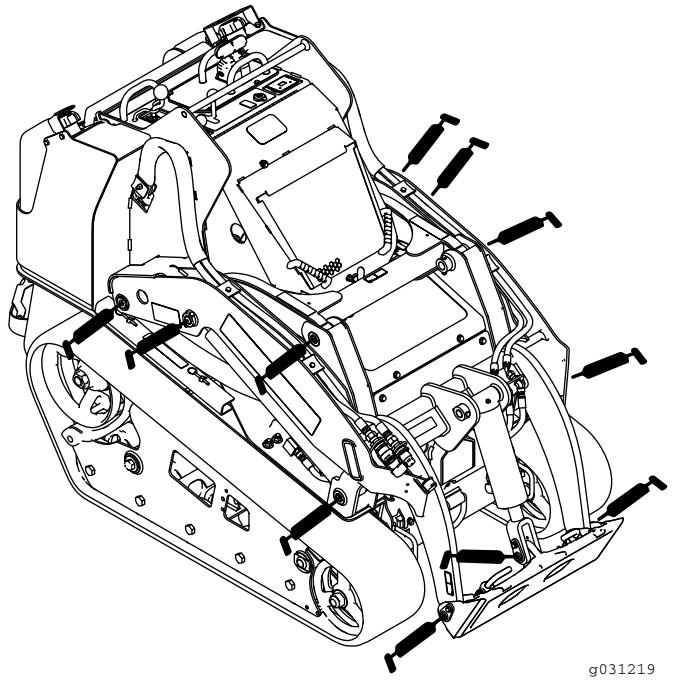
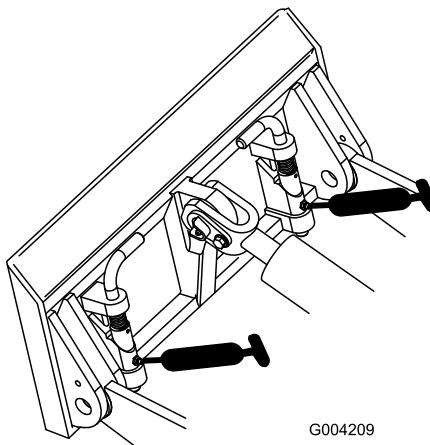
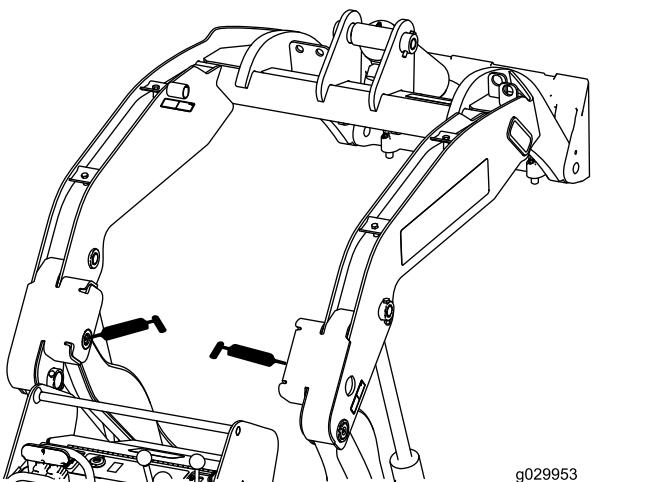

Figure 38
Figure 39
Figure 40
4. Raccordez un pistolet de graissage à chaque graisseur (Figure 38, Figure 39 et Figure 40).
**Remarque:** Élevez les bras de chargeuse avant de graisser les graisseurs; voir la Figure 40.